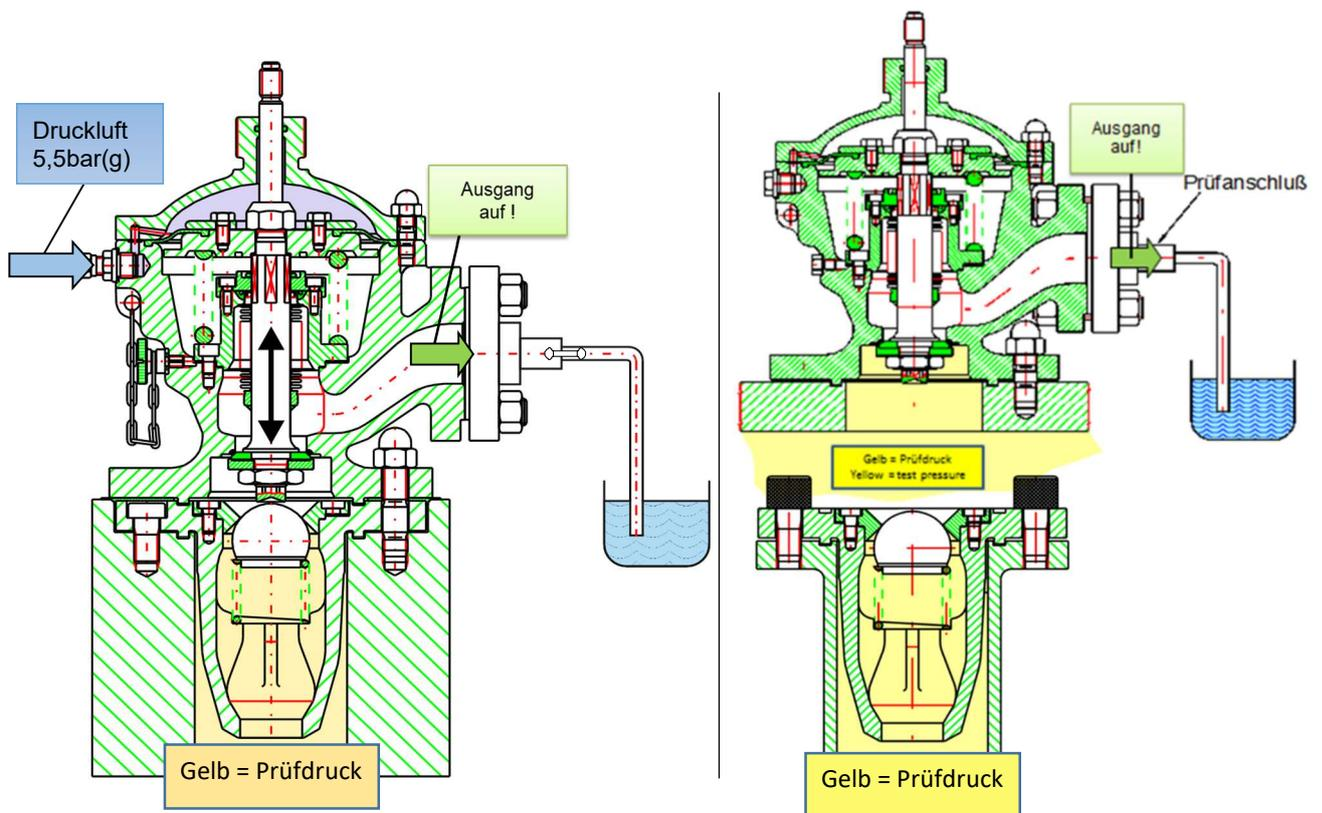

Bild 15: Pneumatische Dichtheitsprüfung der Ventilbaugruppe komplett oder separat
5.3 Pneumatische Dichtheitsprüfung der Ventilbaugruppe, Bild 15 - **FÜR NEUE UND INSTANDGESETZTE VENTILE - Vergleichbar mit dem in Abschnitt 2.6 beschriebenen Test**